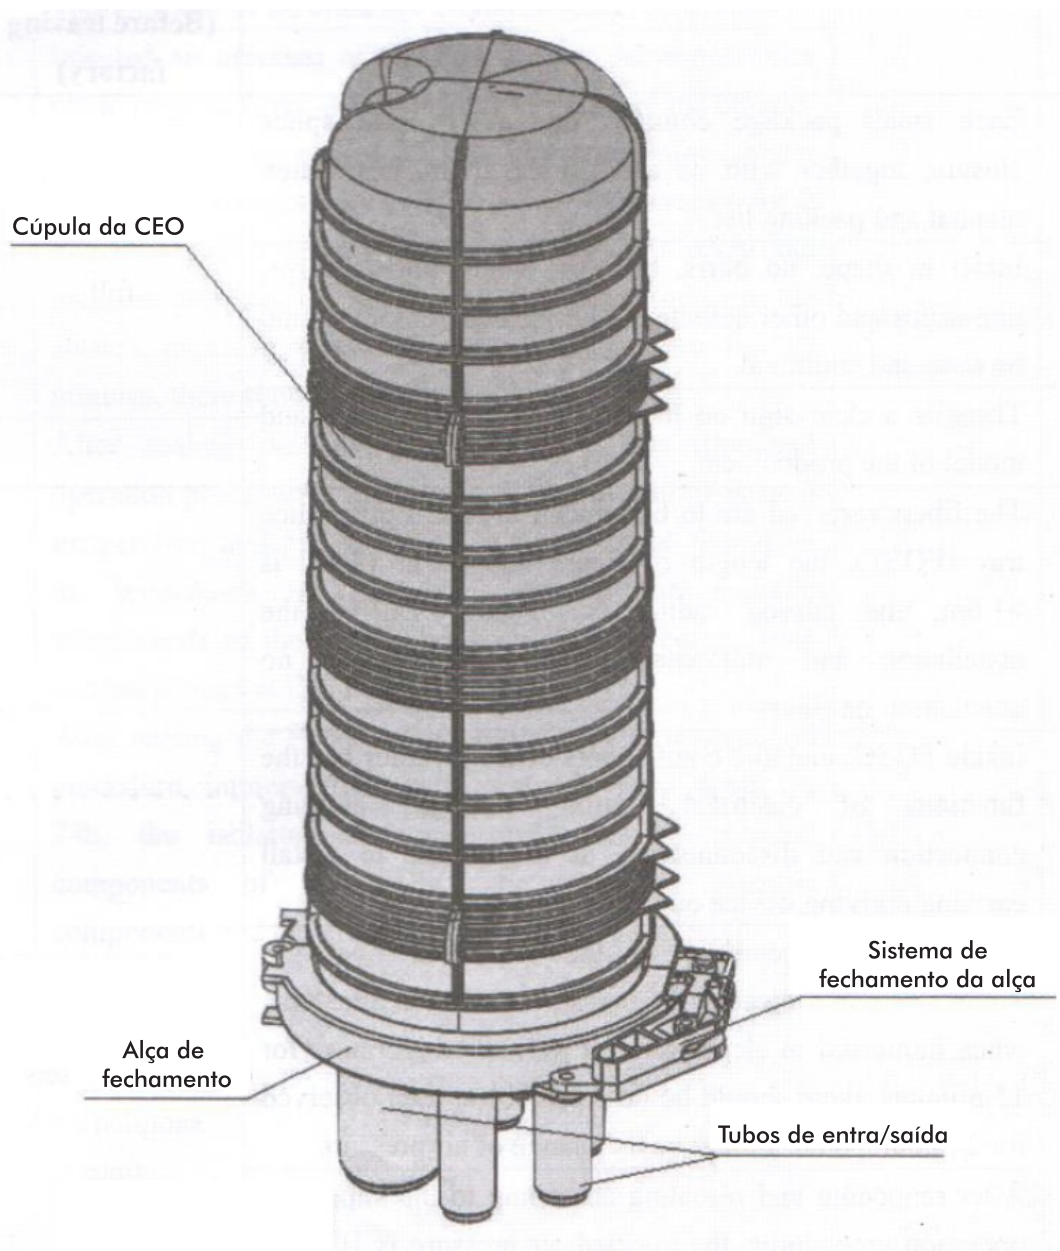

Figura 8
Aplicação aérea: Fixe a abraçadeira metálica no poste (para referência veja a figura 8).
5.9.4 Veja figura 8